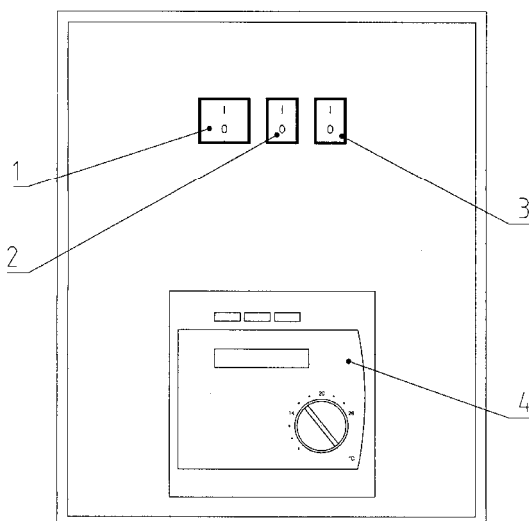

Fig. 3
4.9 CENTRAL MASTER CONTROL PANEL (Fig. 3)